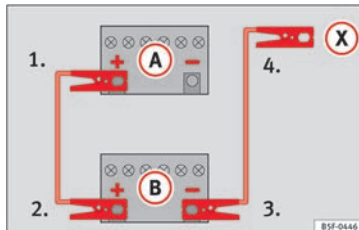

Bild 70 Skiss över anslutning i fordon utan start-/stoppsystem.
2. Anslut ena änden av den **röda** startkabeln till pluspolen **+** på bilen med det urladdade batteriet **A** » » **bild 70**.
4. **Fordon utan start-/stoppsystem:** Anslut ena änden av den **svarta** startkabeln till minuspolen **-** i bilen som ger ström **B** » » **bild 70**.